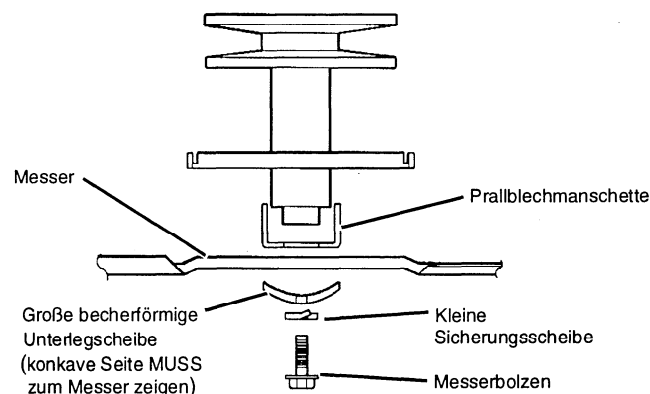

ABBILDUNG 23
- Sechskantschraube, beide Unterlegscheiben und Prallblechmanschette in der dargestellten Reihenfolge wieder zusammenbauen (siehe Abbildung 23).